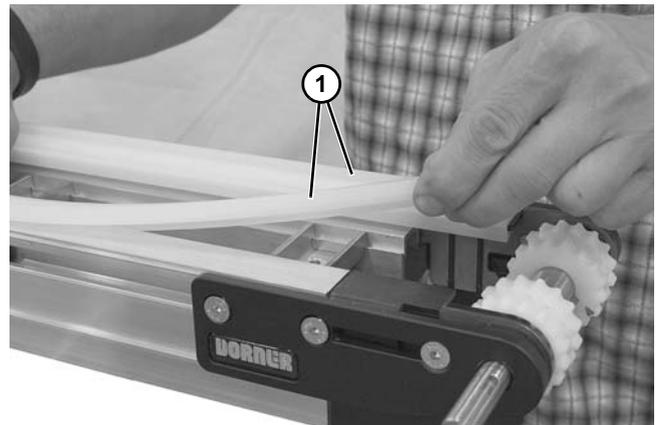

Abbildung 41
2. Obere Verschleißstreifen (Abbildung 41, Teil 1) vom Kopfantrieb abnehmen.